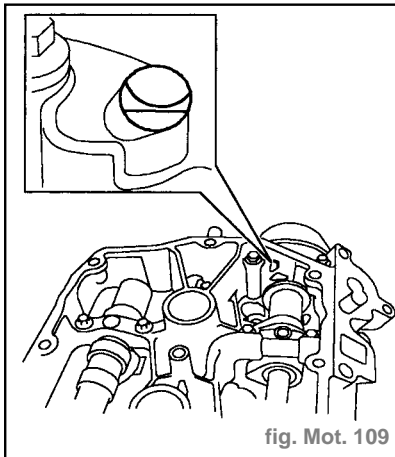

fig. Mot. 109
- Positionner le boîtier de commande hydraulique et la plaque d'étanchéité sur le support d'arbre à cames et engager les dents de crémaillère avec celles de l'arbre de commande (2).
- Poser les 3 boulons et les serrer à la main (3).
- Contrôler que les fentes de calage des manchons de calage variable avant et arrière sont visibles dans les trous du support d'arbre à cames (fig. Mot. 109).
- Contrôler que les fentes de calage des 2 manchons de calage variable avant et arrière sont visibles. Si les fentes de calage ne sont toujours pas visibles, recommencer les opérations précédentes selon le besoin (fig. Mot. 109).